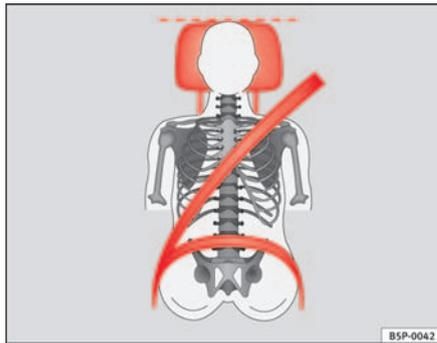
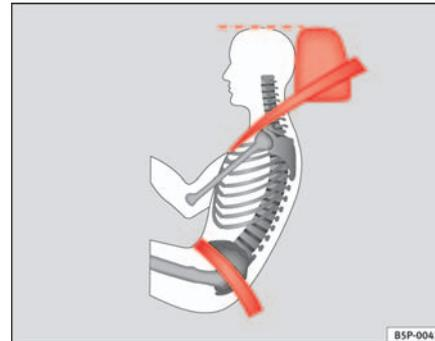

Fig. 92 Poggiatesta e cintura di sicurezza posizionati correttamente (visti da davanti)
Fig. 93 Posizione corretta del poggiatesta e della cintura di sicurezza (visti di lato)
- Regolare il poggiatesta portando il suo bordo superiore alla stessa altezza della parte superiore della testa, almeno all'altezza degli occhi ⇒ fig. 92 e ⇒ fig. 93.